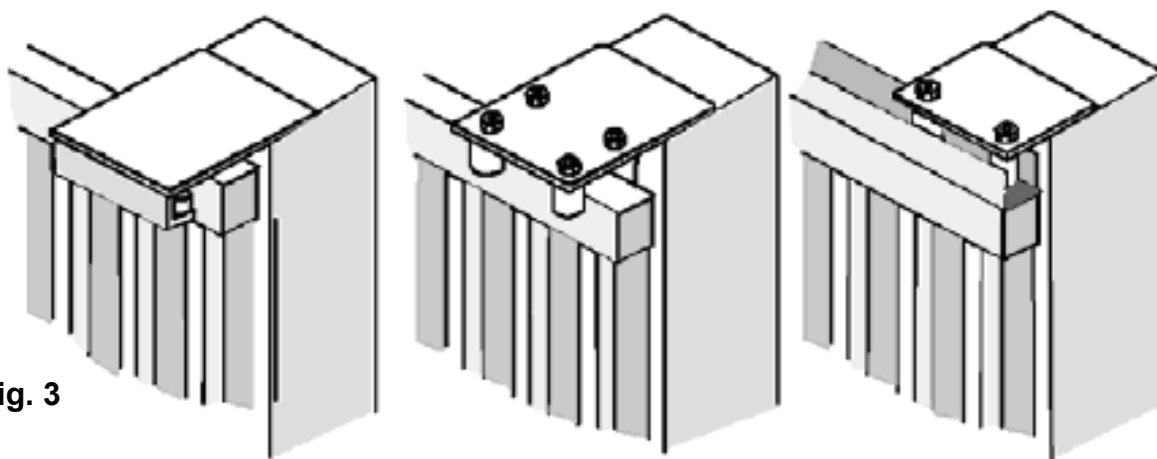

Fig. 3
- Verificar que la guía de desplazamiento superior (**Fig. 3**) esté fijada firmemente y que la cancela se desplace libremente.